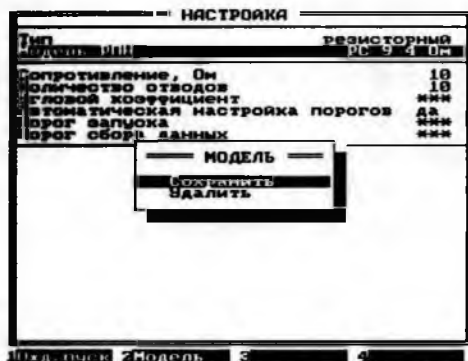
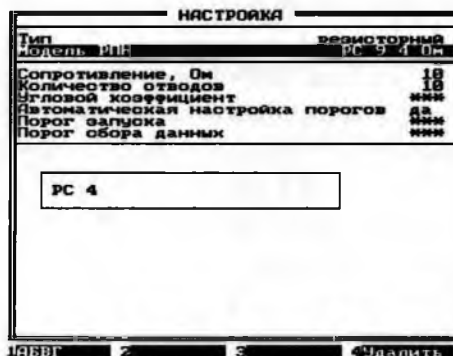

Рис. 11.17
Рис. 11.18
Нажать кнопку F2 (функция – Модель) и на запрос «Сохранить – Удалить» (рис. 11.17) выбрать «Сохранить» и нажать кнопку ВВОД. В появившийся прямоугольник с прежним названием модели вписать новое название (рис. 11.18) посредством кнопок, указанных в п. 11.4.2, и нажать кнопку ВВОД. Созданное название появится в строке **Модель** и пополнит список моделей.
- б) либо настройки параметров: **Сопротивление** и **Порог запуска** не точны и их нужно корректировать, причем корректировать **Порог запуска** можно либо вручную (см. п.11.5.7...11.5.14), либо задать автоматический выбор порогов, указав **Да** в строке **Автоматическая настройка порогов** (рис.11.18) - прибор автоматически определит порог при проведении измерения.